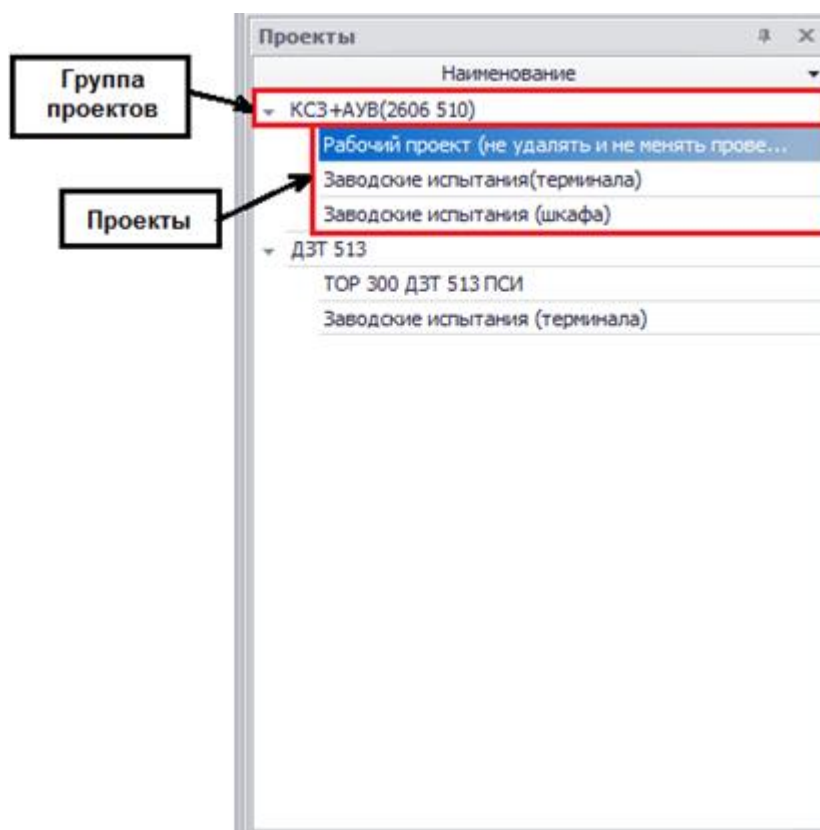
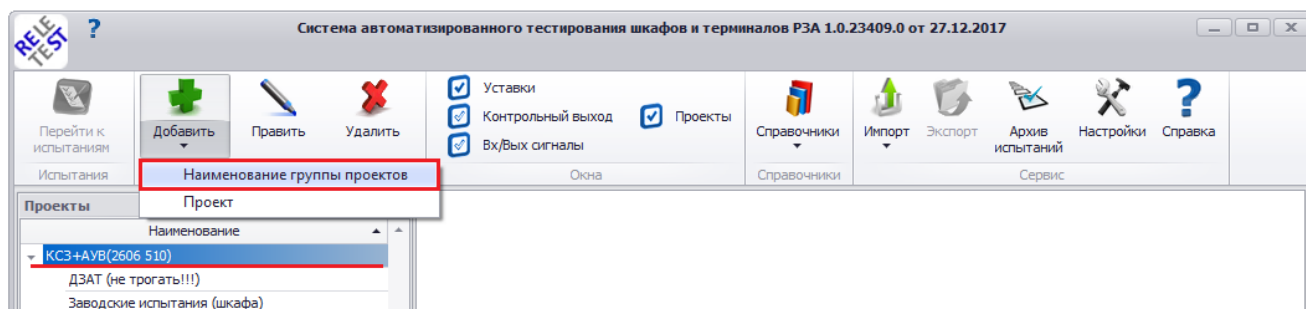
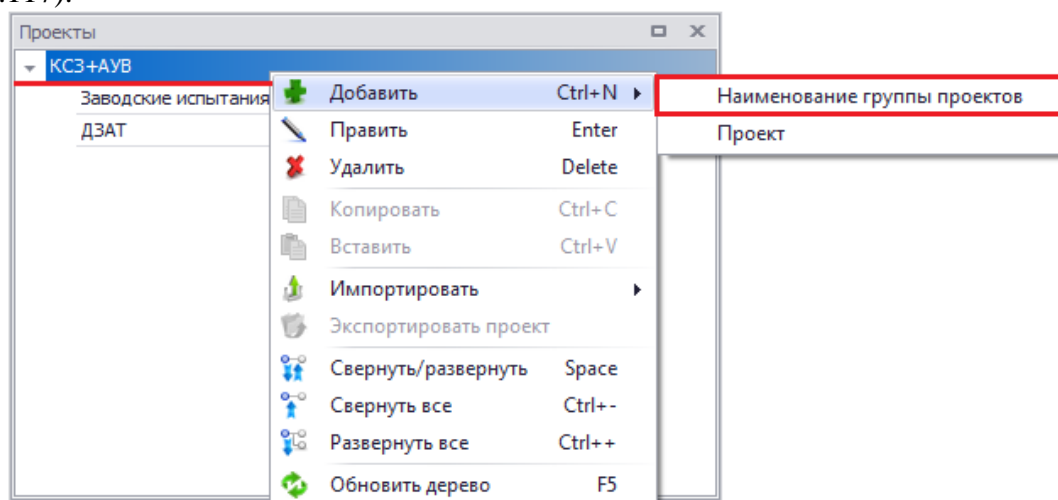
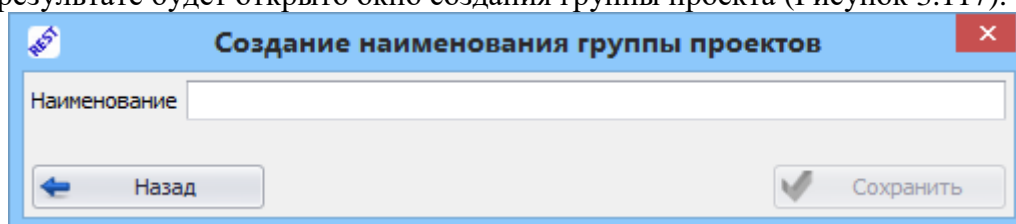

Рисунок 3.114
Рисунок 3.115
Рисунок 3.116
Рисунок 3.117
В мобильном окне «Проекты» в виде иерархического дерева представлен список проектов, объединенных по группам (Рисунок 3.114).
Группы проектов находятся на верхнем уровне иерархического дерева (Рисунок 3.114). В качестве группы проектов выступает шкаф или терминал РЗА.
- если содержимое мобильного окна «Проекты» пустое, то необходимо нажать кнопку «Добавить» на панели управления (Рисунок 3.114). В результате будет открыто окно создания группы проекта (Рисунок 3.117);
- если содержимое мобильного окна «Проекты» не пустое (имеются ранее созданные проекты), то необходимо выбрать любую из групп проектов, нажать на стрелочку, расположенную ниже кнопки «Добавить» на панели управления, и выбрать из появившегося списка пункт «Наименование группы проектов» (Рисунок 3.115). В результате будет открыто окно создания группы проектов (Рисунок 3.117).
- при вызове контекстного меню из пустого места окна «Проекты», оно будет содержать пункт «Добавить→Наименование группы проектов». В результате выбора данного пункта будет открыто окно создания группы проекта (Рисунок 3.117);
- если содержимое мобильного окна «Проекты» не пустое (имеются ранее созданные проекты), то необходимо навести курсор мыши на группу проектов, нажать правую клавишу мыши и выбрать из появившегося контекстного меню пункт «Добавить→Наименование группы проектов» (Рисунок 3.116). В результате будет открыто окно создания группы проектов (Рисунок 3.117).
- если содержимое мобильного окна «Проекты» пустое, то необходимо нажать комбинацию клавиш «Ctrl+N». В результате будет открыто окно создания группы проекта (Рисунок 3.117);
- если содержимое мобильного окна «Проекты» не пустое (имеются ранее созданные проекты), то необходимо выбрать любую из групп проектов и нажать комбинацию клавиш «Ctrl+N». В результате будет открыто окно создания группы проекта (Рисунок 3.117).
В окне «Создание наименования группы проектов» необходимо заполнить поле «Наименование» и нажать на кнопку «Далее». После этого новая группа проектов появится в списке иерархического дерева мобильного окна «Проекты» (Рисунок 3.114).
Проекты находятся на втором уровне иерархического дерева (Рисунок 3.114).